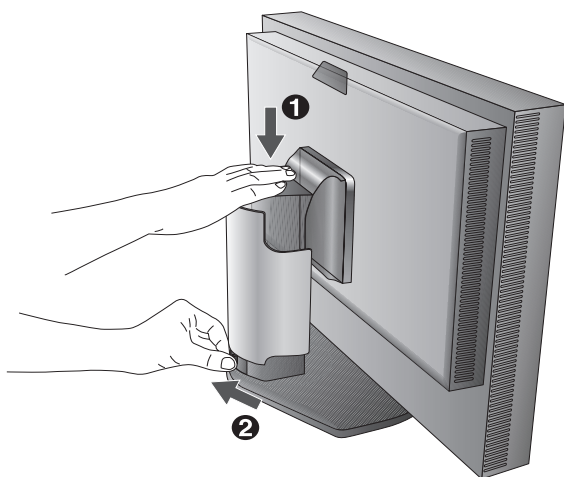

Abbildung B.1
3. Die Höheneinstellung ist durch eine Taste gesperrt. Legen Sie Ihre Hand auf die Oberseite des Monitors, und drücken Sie den Bildschirm in die niedrigste Position. Schieben Sie die Sperrtaste, um den Standfuß zu entriegeln und das Oberteil des Monitors anzuheben (**Abbildung B.1**).